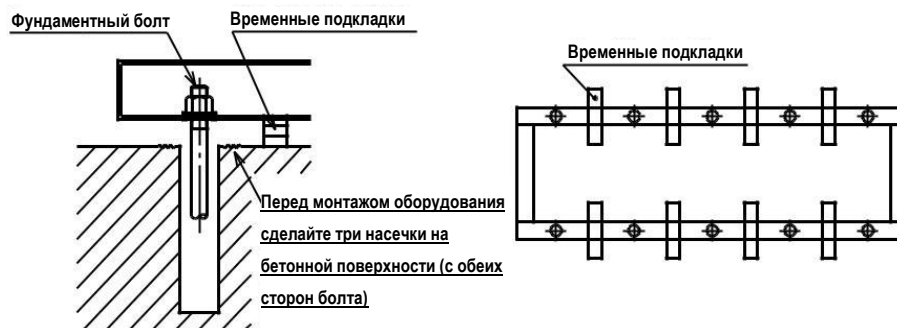

Рисунок 2-3 Установка подкладок для центрирования
- Установите временные подкладки. См. рис. 2-3. Могут использоваться плоские или клиновидные подкладки.